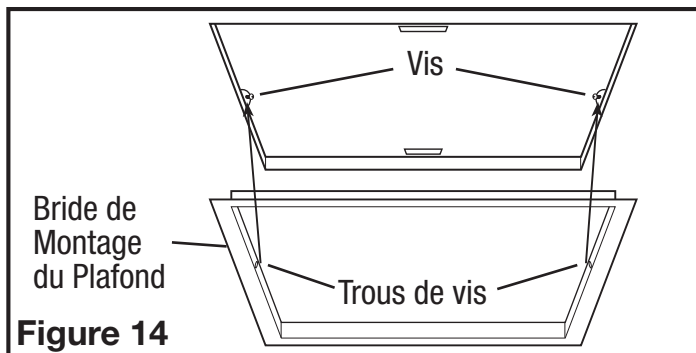

Figure 14
5. Installez la bride de montage au plafond pour couvrir tous les espaces qui existent entre le boîtier et le plafond fini. Retirez les deux vis qui relient la bride de montage au boîtier. Placez un scellant (non fourni) sur le bord intérieur de la bride de montage au plafond pour assurer que la bride est scellée au plafond. Alignez les trous de vis dans la bride de montage au plafond avec les trous de vis à l'intérieur du boîtier et appuyez la bride en place afin qu'elle soit bien serrée contre le plafond. Réinstallez les vis de la bride de montage à l'intérieur du boîtier (Figure 14).